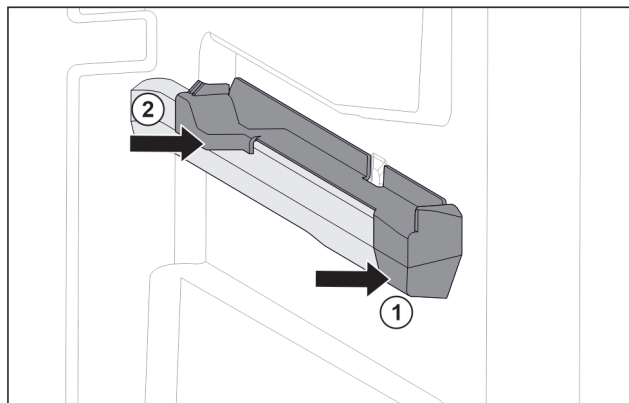

Fig. 80 Natični nastavek na desnemu nastavku za posodo
- ▶ Natični nastavek spredaj namestite na nastavek za posodo. *Fig. 80 (1)*
- ▶ Pritisnite natični nastavek zadaj. *Fig. 80 (2)*